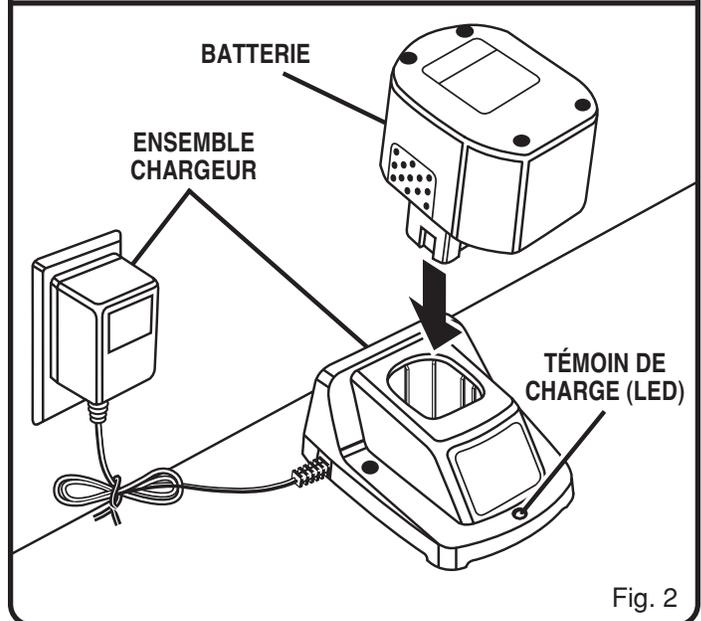

Fig. 2
- Montez la batterie sur l'ensemble de chargeur. Alignez les nervures de la batterie avec les rainures de l'ensemble de chargeur. Voir figure 2.